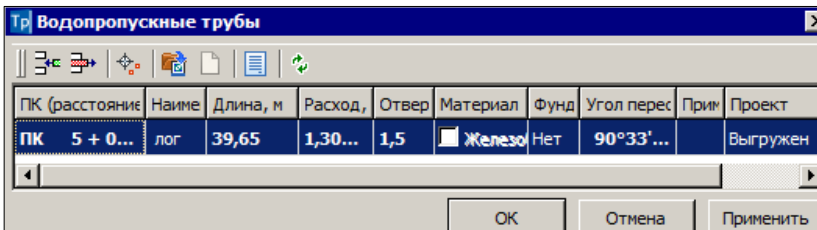

Рис. 10.2
на локальной панели инструментов диалога (рис. 10.2).
У ЛТО автоматически заполняется семантика по данным, которые заданы в таблице (рис. 10.2).
Ведомость по форме – это та же таблица (рис. 10.2).
- создаем проект Водопропускная труба – кнопка **Создать /Открыть проект трубы**  на локальной панели инструментов (рис. 10.2);
положение трубы  (рис. 10.2).